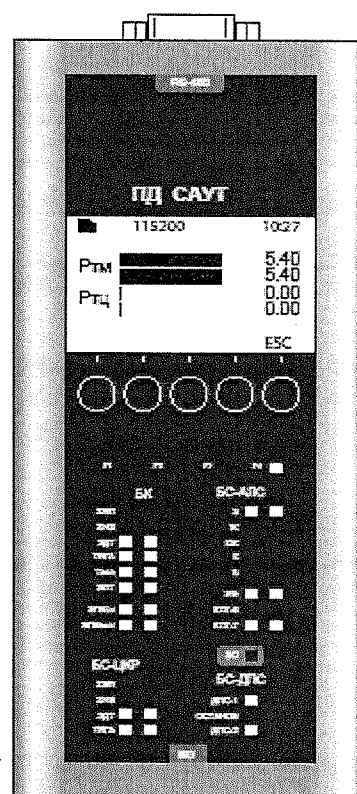

Рисунок 5.5
7.1 Проверку производить при помощи крана машиниста «усл. №395». На ПД-САУТ перейти в меню «Диагностика», далее в меню «Индикатор RS485» и выбрать «Канал давления». На экран будет выводиться графическое и цифровое значение аналоговых сигналов «Ртм» и «Ртц» по обоим полукомплектam (см. рисунок 5.5).